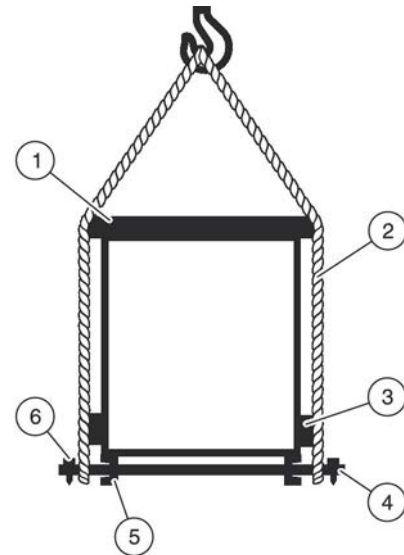

Fig. 6: Manutention par grue et tubes de manutention
1. ▶ Retirer les bouchons des trous percés dans le châssis (Voir la Fig. 6/5) des caissons de la centrale.
2. ▶ Pousser les tubes de manutention (Voir la Fig. 6/4) dans les trous percés dans le châssis.
3. ▶ Enrouler les chaînes ou cordes (Voir la Fig. 6/2) à l'extrémité des tubes.
4. ▶ Protéger les bords avec des écarteurs (Voir la Fig. 6/3).
5. ▶ Tenir les chaînes ou cordes de manutention séparées les unes des autres dans la partie supérieure à l'aide d'écarteurs adéquats (Voir la Fig. 6/1).